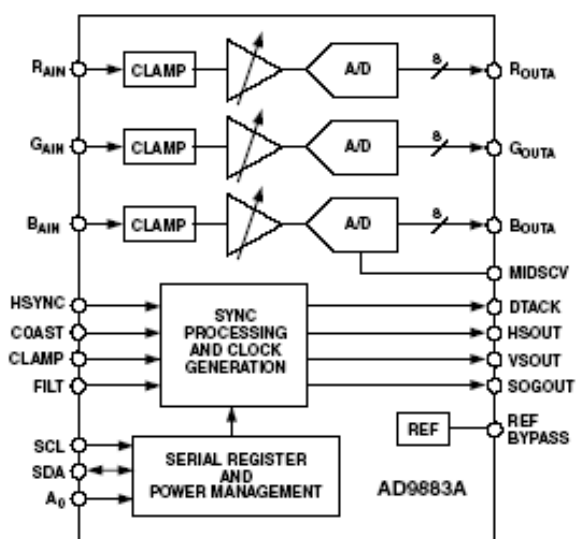

图 4
3. 变频板上 A/D 转换器 UN700 (MST9883B) 见图 4